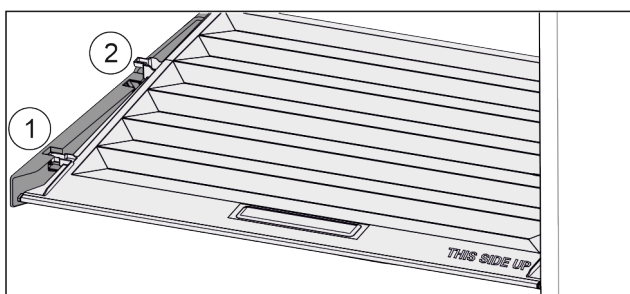

Fig. 39
- ▶ Vytáhněte víko dopředu až k otvoru v přídržných dílech Fig. 39 (1).
- ▶ Vzadu zespodu nadzvedněte a vyjměte směrem nahoru Fig. 39 (2).